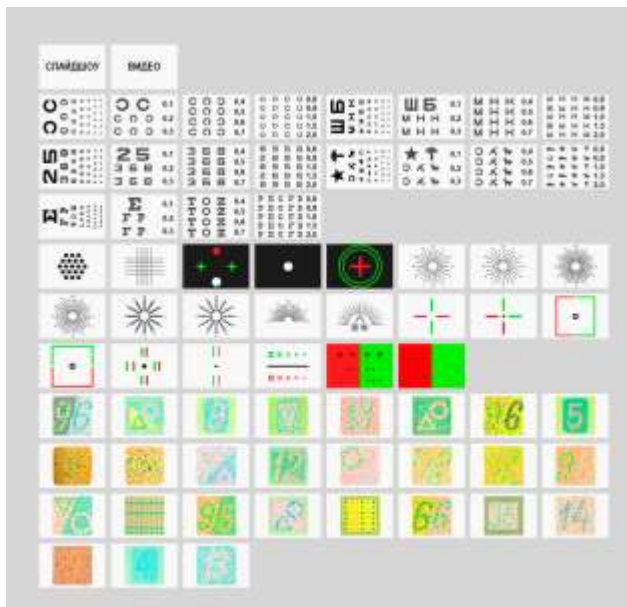

Рисунок 16. Меню с выбором тестов и таблиц.
2.3.2 После загрузки появится меню с выбором тестов и таблиц (см. рисунок 16).
Когда на экране МПК проектора отображается таблица измерения остроты зрения (Головина, Сивцева (см. рисунок 16), числовая, Орловой, Снеллена), нажмите кнопку «8» (**ОК**). При нажатии будет произведено переключение таблицы с белого фона на красно-зеленый, далее на черный фон с белыми буквами, далее возврат белого фона с черными буквами.